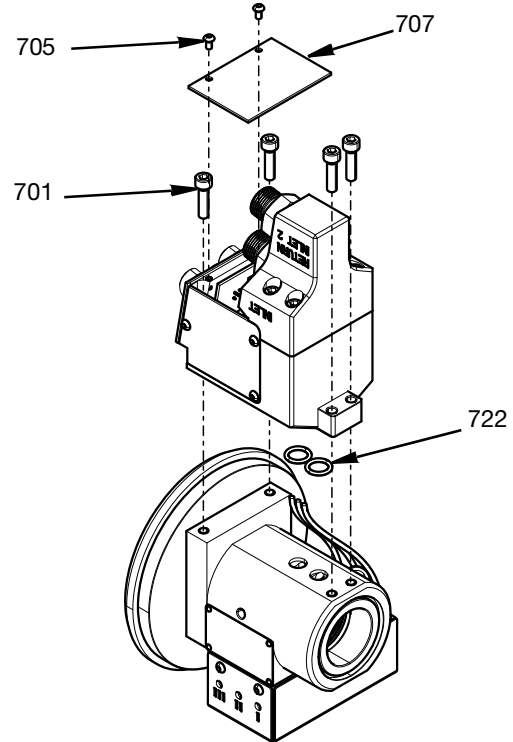

FIG. 18
- Demontujte horní kryt (707) sejmutím dvou šroubů krytu M3 (705).
- Čtyři šrouby M5 (701) lze poté demontovat a oddělit sestavu spojovací skříně od sestavy komory otočného čepu.
Snímače nebo zástrčky jsou nyní přístupné. Před montáží je nutné o-kroužky (722) nahradit novými. Viz FIG. 18.